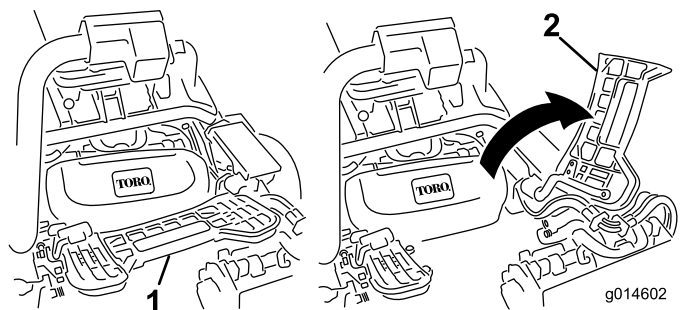

Figura 41
1. Eleve o apoio de pé e incline-o para aberto, permitindo o acesso à posição da unidade de corte central (**Figura 41**).